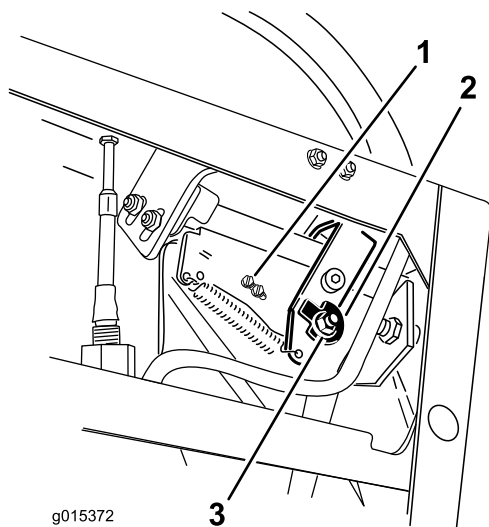
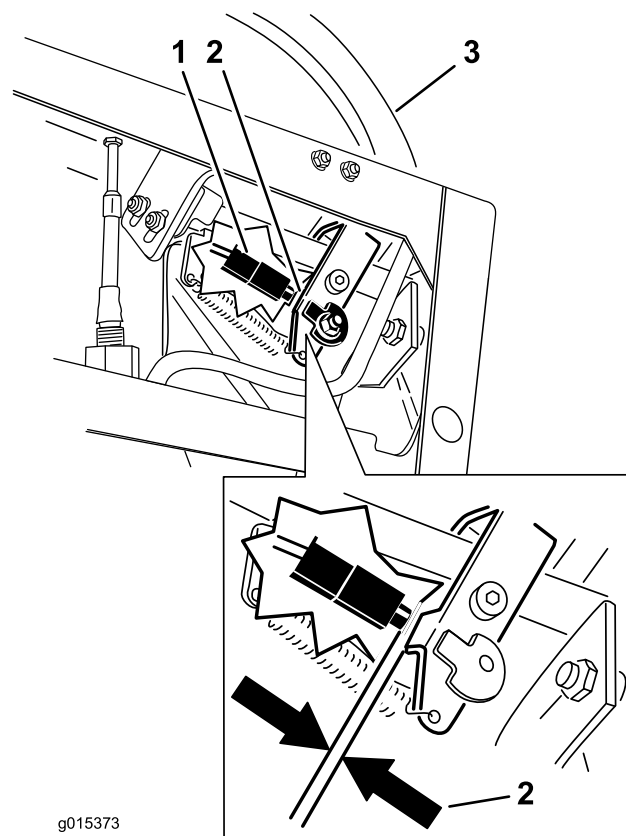

Figure 72
Figure 73
7. Desserrez l'écrou et le boulon de fixation de la came (Figure 72).
- Vérifiez l'écartement entre le levier de commande et l'interrupteur comme illustré à la Figure 73. L'écartement doit être de 3 mm (1/8") lorsque le levier de commande de déplacement droit est en position de déverrouillage du point mort.
- Au besoin, desserrez les vis de fixation de l'interrupteur et réglez l'interrupteur (Figure 72 et Figure 73).